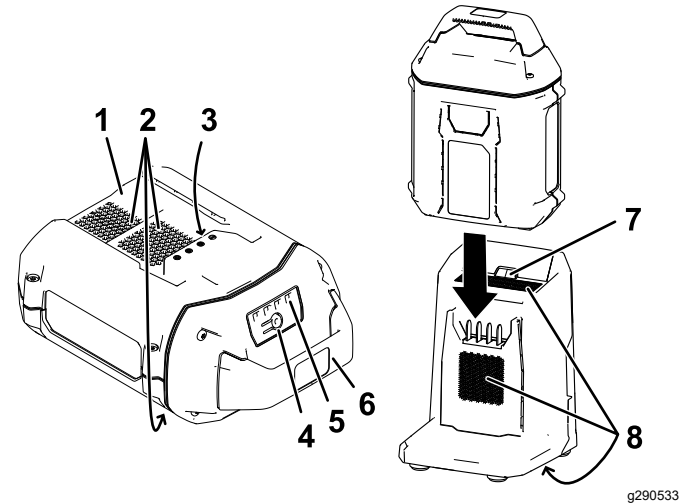

Figure 16
- 2. Placez le creux de la batterie (Figure 16) devant la languette du chargeur.
- 3. Insérez la batterie dans le chargeur jusqu'à ce qu'elle soit complètement enclenchée (Figure 16).